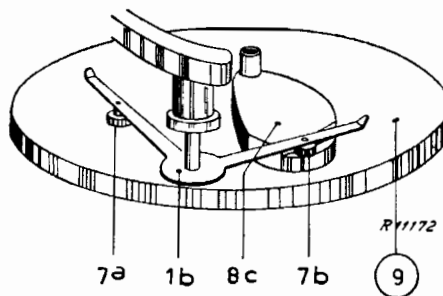

fig.7
GRAMOFONOPNEMER OP DE PLAAT (Fig. 7, 8, 19 en 20)
De impulshaak krijgt hierdoor een krachtige duw en stoot de commandoschijf (9) uit zijn ruststand (R). De commandoschijf begint te draaien en het gehele mechanisme komt weer in beweging. De gramofonopnemer verheft zich van de gramofonplaat tengevolge van de oplopende baan in de commandoschijf. Vervolgens wordt de gramofonopnemer nu via de vaste rol (7a) op de stuurhaak (1b) door het segment (8c) op de commandoschijf naar buiten getransporteerd. (Zie Fig. 7). De opzethaak (11) stuit tegen een aanslag (9a) en wordt weer tegen de stuurhaak aangedrukt.